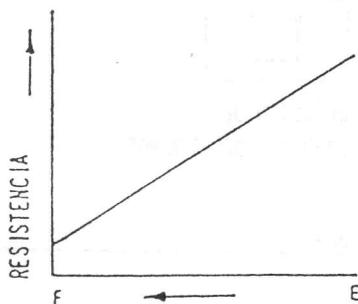

Fig. 21-10
- Con un medidor de resistencia (Ohmetro) conectado al terminal de entrada de corriente y a otra parte del mismo, como se ilustra en la figura, mueva la palanca desde su posición de "vacío" hacia la posición de "llenado". Si la resistencia indicada en el medidor es parecida a la curva del gráfico de la Fig. 21-10, y sin interrupciones, el aforador puede considerarse correcto.